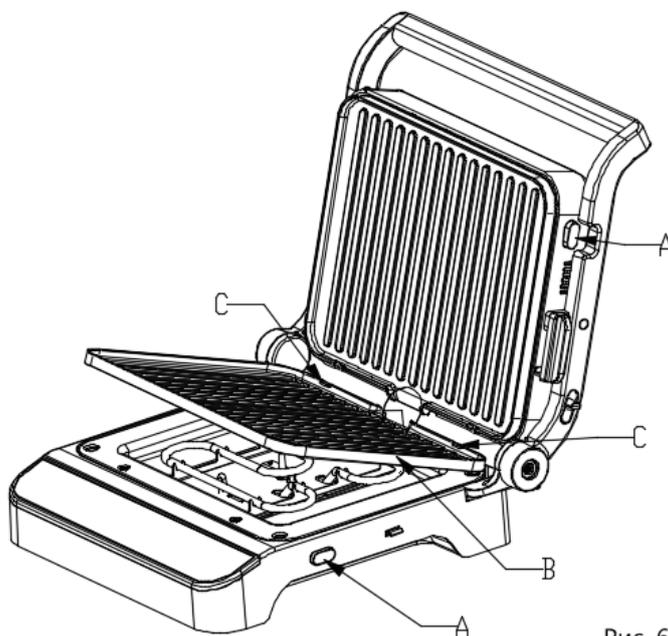

Рис. 6
- рассмотрим процесс снятия на примере нижней пластины, как это показано на рис. 6;
- рассмотрим процесс установки на примере нижней пластины, как это показано на рис. 6;